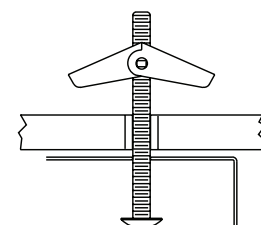

Figure 4
Si la perceuse ne rencontre pas un montant ou solive, agrandir les trous pour accueillir des écrous et des boulons (non inclus). (Boulons et écrous de 3/16 po recommandés) Insérer le(s) boulon(s) à travers la plaque arrière (1), puis le(s) écrou(s) avant de faire les connexions. Voir la figure 4.
If drill does not encounter a stud or joist, enlarge the holes to accommodate toggle nuts & bolts (not supplied). (3/16 inch toggle bolts and nuts recommended) Insert the bolt(s) through the Backplate (1), then the toggle nut(s) before making wire connections. See Fig. 4.
(Se recomiendan tuercas y tornillos acodados de 3/16 pulgadas) Inserte los pernos a través de la placa posterior (1) y luego las tuercas acodadas antes de hacer las conexiones de cable. Consulte la Fig. 4.